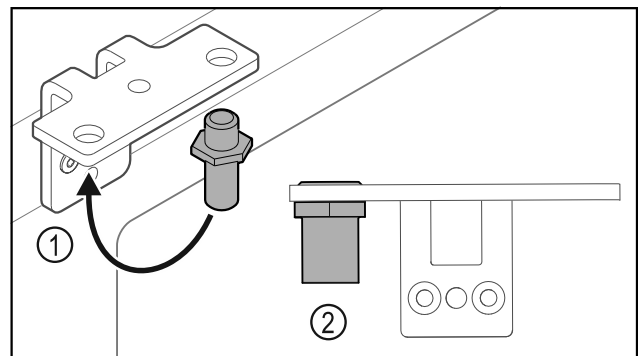

Fig. 33
- ▶ Aseta saranakulman pultti Fig. 33 (1) toiseen paikkaan.
- ▶ Kiristä pultti Fig. 33 (2) **vääntömomentilla 12 Nm**.